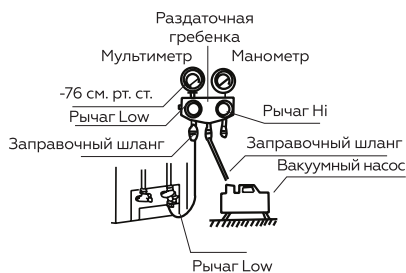

Рис. 39
3. Полностью откройте нижний рычаг раздаточной гребенки (см. Рис. 39).